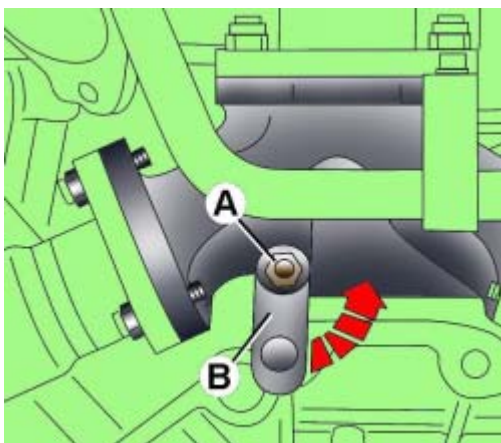

**Рис. 3.3–16. Расположение болта (А) крепления стойки (В) на задней части турбокомпрессора**
**А** (рис. 3.3–16), поверните стойку по часовой стрелке и снова затяните болт. Отсоедините стойки поддержки капота от капота. Установите капот вертикально и закрепите его в этом положении. Подвесьте на таль грузоподъемный захват 2024 и закрепите его захваты на двигателе. Отвинтите болты крепления коробки передач к двигателю.